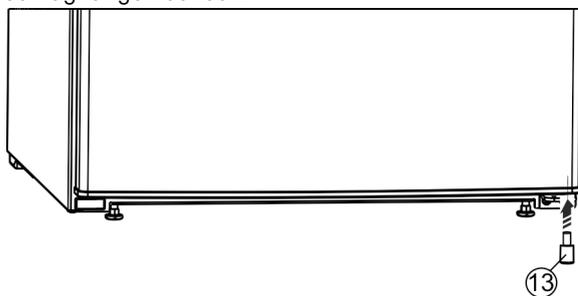

Fig. 22*
- ▶ Das Distanzteil Fig. 22 (13) wieder rechts unten in die Tür einsetzen, weil es wichtig für die Standfestigkeit des Geräts ist.*